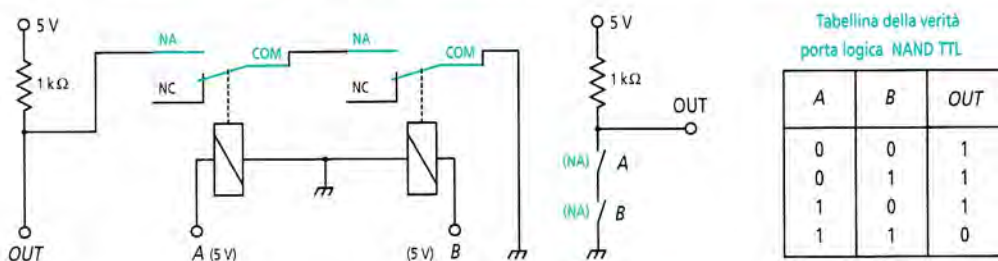

figura 5.6
La porta logica NAND a relè è costituita dai contatti normalmente aperti (NA) di due relè pilotati con segnali *A* e *B* che attivano le bobine quando il livello di tensione è alto (5 V). In uscita (OUT) si ha il livello basso (0 V) solo quando entrambi i contatti NA sono chiusi, condizione possibile con gli ingressi *A* e *B* a livello alto (figura 5.6).